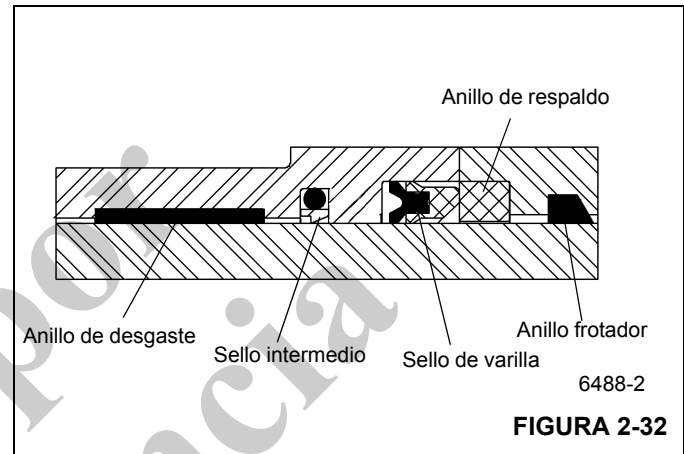

FIGURA 2-32
2. Instale el anillo frotador, los anillos de desgaste, el sello intermedio, el sello de varilla y anillo frotador dentro de la cabeza, asegurándose de que los sellos estén debidamente armados y colocados en el sentido correcto (Figura 2-32).